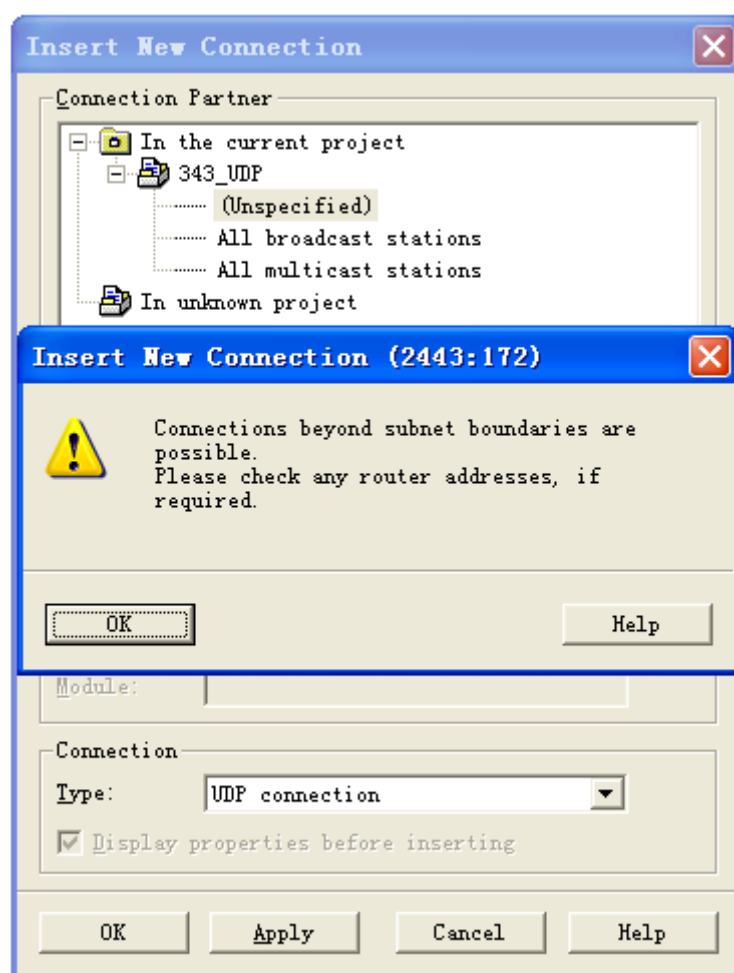

图 1.1.15
(4)、点击 Apply 后，可能会弹出一个警告按钮，直接点击 OK 即可。如图 1.1.15 所示。